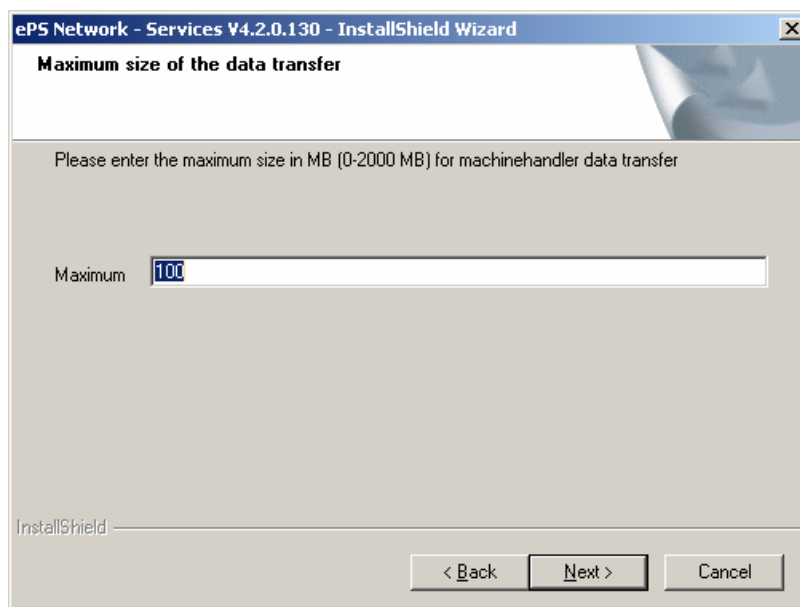

Bild 2-18: Datentransferbereich
- Größe des Datentransferbereichs → Bild 2-18: Datentransferbereich